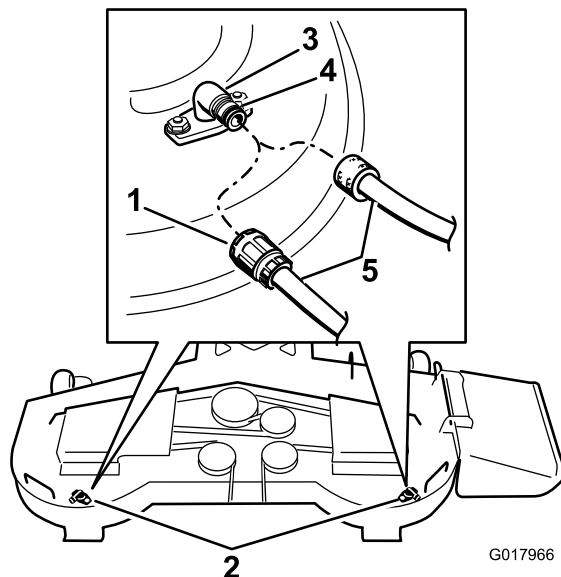

Figure 73
3. Branchez le raccord du flexible au raccord de lavage du tablier de coupe et ouvrez l'eau en grand (Figure 73).